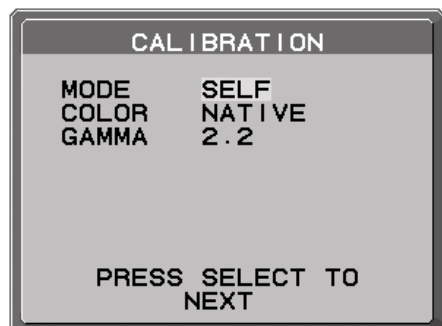

Abbildung S.6
5. Drücken Sie auf LINKS oder RECHTS, um für den MODUS die Einstellung SELBST auszuwählen (**Abbildung S.6**). Drücken Sie AUF oder AB, um zur nächsten Einstellung zu wechseln. Drücken Sie auf LINKS oder RECHTS, um im Farbsteuerungssystem den Farbmodus auszuwählen (**Abbildung S.6**). Drücken Sie AUF oder AB, um zur nächsten Einstellung zu wechseln.
6. Wählen Sie die GAMMA-Zieleinstellung: KEINE KORREKTUR, 2.2, OPTION, PROGRAMMIERBAR, BENUTZERDEFINIERT und ÜBERSPRINGEN (**Abbildung S.6**).